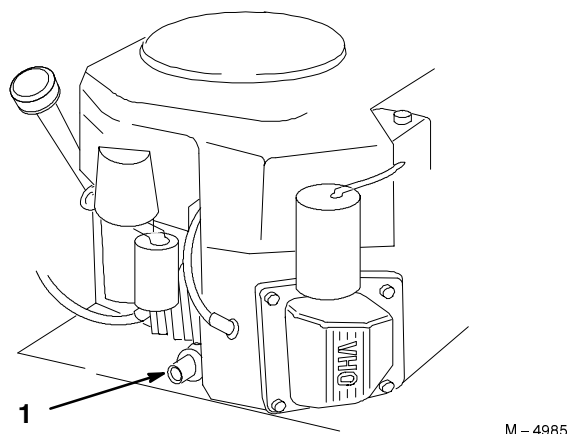

Bild 21
5. Stellen Sie ein Auffanggefäß unter die Verschluss-schraube. Öffnen Sie die Verschlusschraube entgegen dem Uhrzeigersinn um 1/8-Umdrehung und ziehen die Schraube ab (Bild 21).